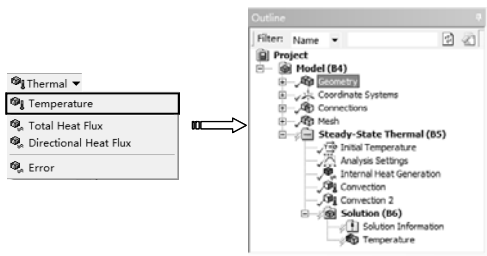

图 11-42 添加温度求解项
- 2) 求解温度。单击【Solution】工具栏上的【Thermal】|【Temperature】命令，此时在分析树中插入【Temperature】求解项，如图 11-42 所示。